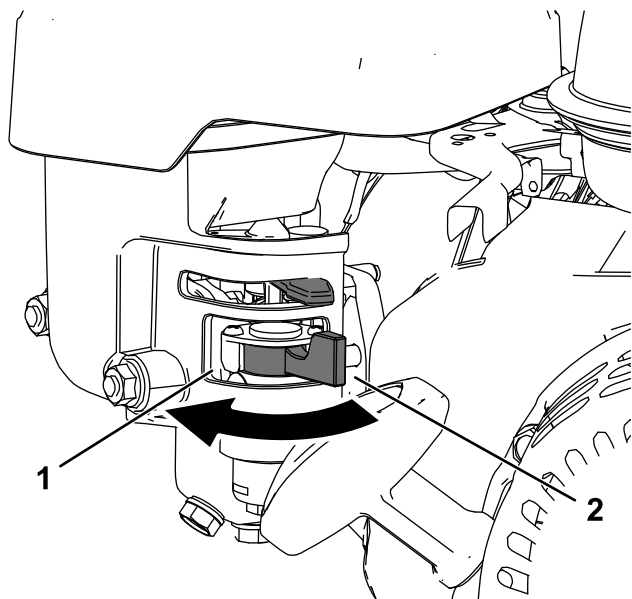

図 11
- バルブを開く場合バルブのレバーをリコイルスタータハンドルの方へ回す 図 11。
- バルブを閉じる場合バルブのレバーをリコイルスタータハンドルと反対の方へ回す 図 11。